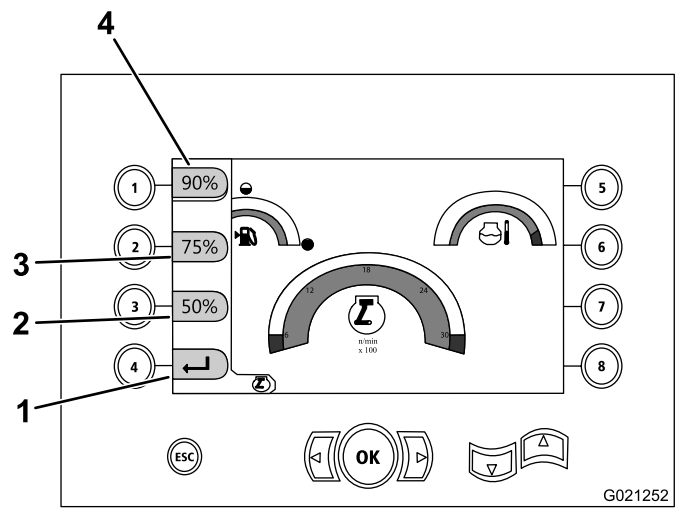

Figura 19
- Pulse el botón número 1 para activar la velocidad de motor del 90% según se muestra en Figura 19.
- Pulse el botón número 2 para activar la velocidad de motor del 75% según se muestra en Figura 19.
- Pulse el botón número 3 para activar la velocidad de motor del 50% según se muestra en Figura 19.
- Pulse el botón 4 para volver a la pantalla principal (Figura 19).